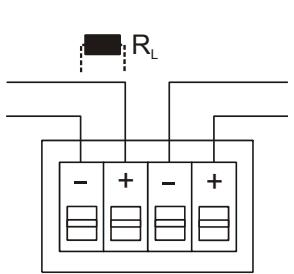
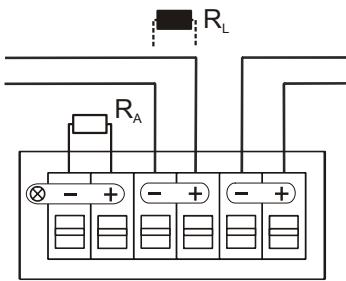

Fig. 4
Fig. 5
2. Connect the feed line to the terminals on the call point unit according to the connection diagram (see Fig. 4 and Fig. 5).
4. When using the call point unit MTE320C, mount the alarm-resistor R_A (depending on the control unit) (Fig. 5).
2. Schliessen Sie die Zuleitung gemäss Anschlusschema an die Klemmen im Schaltungseinsatz an (Fig. 4 und Fig. 5).
4. Setzen Sie im Schaltungseinsatz MTE320C einen Alarmwiderstand R_A (zentralenspezifisch) ein (Fig. 5).
2. Raccordez le câble d'alimentation aux bornes dans l'unité de commutation conformément au schéma de raccordement (Fig. 4 et Fig. 5).
4. Placez dans l'unité de commutation MTE320C une résistance d'alarme R_A (spécifique à l'équipement de contrôle et de signalisation) (Fig. 5).